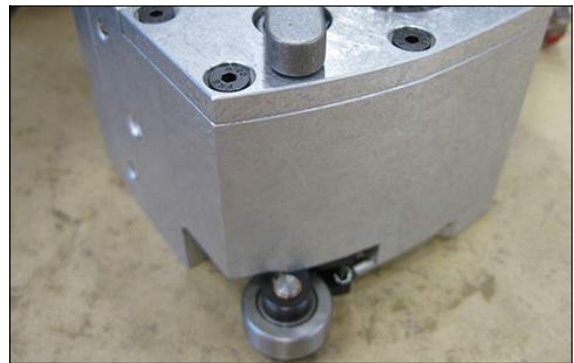

ABBILDUNG 5-5. BETRIEBSANPASSUNG NOCKENARM UND -SCHLITZ
6. Nachdem Sie den Drehmomentwert der Nockenarmklemmschraube eingestellt haben, drehen Sie den Vorschubknopf, bis der Nocken rutscht und mit dem Nockenschlitz ausgerichtet ist, wie in Abbildung 5-5 dargestellt.